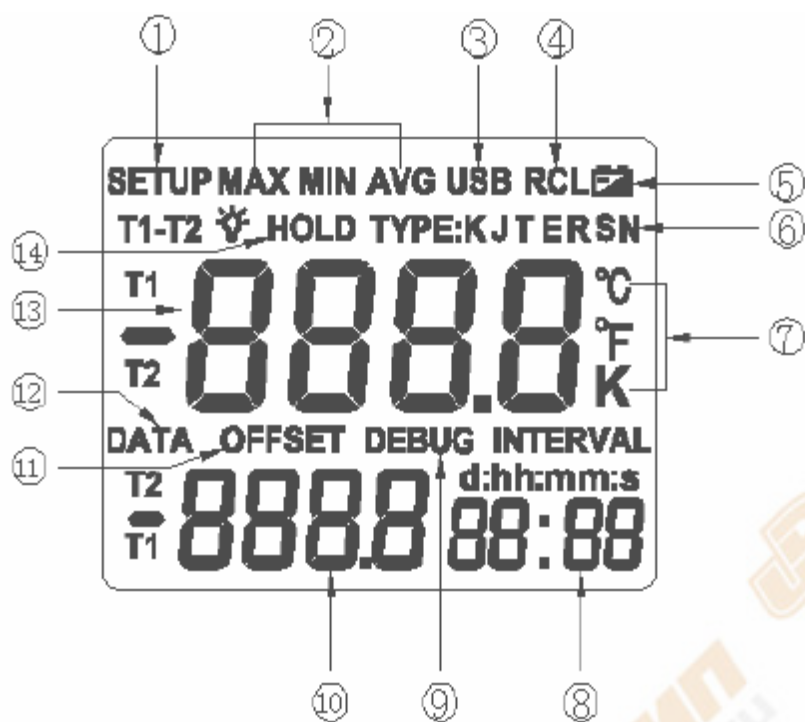

Рис. 2
- Рисунок 2 и таблица 4 описывает дисплей.